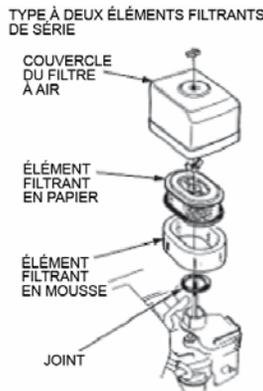

Figure 5-2.
5.27 Types d'éléments filtrants doubles (*figure 5-2*)